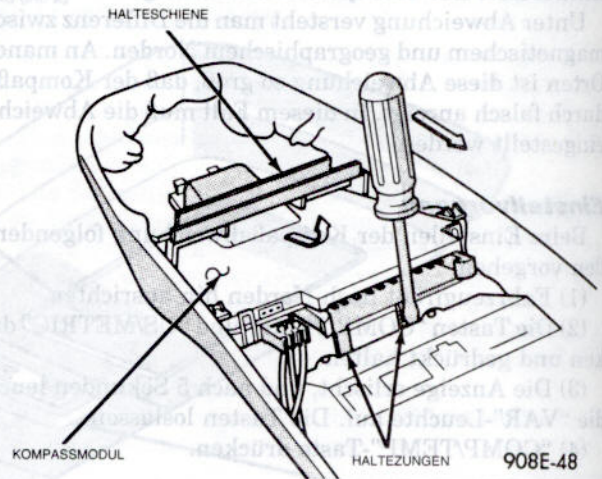

Abb. 4 - Ausbau des Kompaßmoduls
- (1) Deckenkonsole ausbauen.
- (2) Mit einem kleinen Schraubendreher die beiden Haltezungen an der Rückseite des Kompaßmoduls lösen (Abb. 4).
- (3) Nach dem Lösen der Haltezungen das Kompaßmodul nach hinten schieben, bis es von der Halteschiene freikommt.